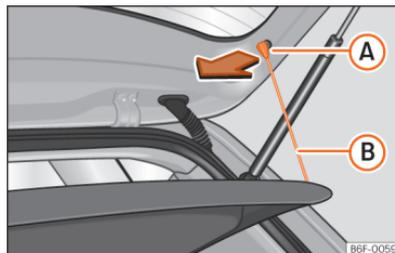

Fig. 145 Na bagageira: desmontar e montar a chapeleira.
- Desengate os tirantes de fixação »» Fig. 145 **(B)** dos alojamentos **(A)**.
- Engate os tirantes de fixação »» Fig. 145 **(B)** na porta da bagageira.